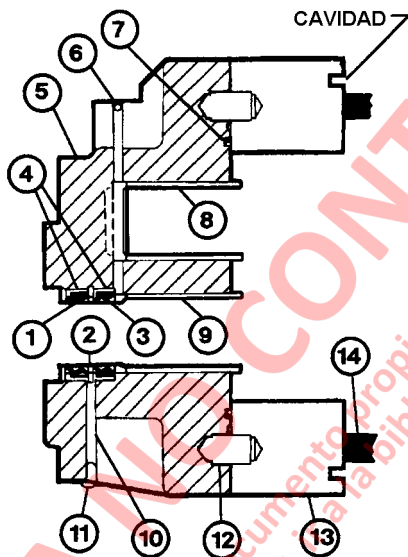
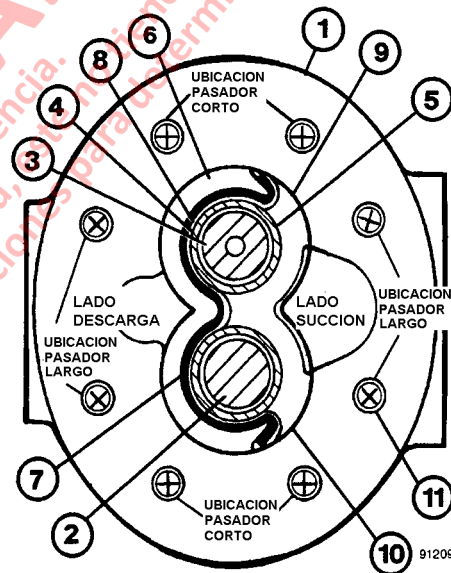

FIGURA 3-11. MONTAJE DEL SELLO DEL EJE
FIGURA 3-12. RE-ENSAMBLADO DE LA BOMBA
5. Lubrique los sellos con aceite hidráulico. Coloque el sello del eje interior (3, Figura 3-11) con la cara metálica hacia el extremo exterior de la pestaña.
7. Monte el anillo de retención (2, Figura 3-11) con la abertura del anillo de retención **sobre el orificio de vaciado** (10).
9. Lubrique los hilos del espárrago pasante (14, Figura 3-11) con aceite hidráulico. Atornille los espárragos en la pestaña hasta que calcen perfectamente. Hay 4 pernos espárrago largos y 4 cortos. Consulte la Figura 3-12 para la ubicación correcta de los pernos espárrago. Lubrique e instale el anillo de goma (7). Monte los pasadores del pasador de seguridad (12), si se sacaron. Monte la placa del engranaje (13). Asegúrese que la cavidad en la placa de engranaje apunte hacia la placa del conector o mire hacia arriba cuando se monte la placa del engranaje.
10. Monte los anillos de acero (5, Figura 3-12). Lubrique e instale el anillo de respaldo (8), anillo de goma (7) y el retén del anillo (6) como aparece en la Figura 3-12.
11. Monte la placa de aislación (9) en el costado de succión de la placa de engranaje. La placa de aislación tiene un área de alivio acordonada en un costado, gire ese costado hacia arriba o hacia la placa de presión.